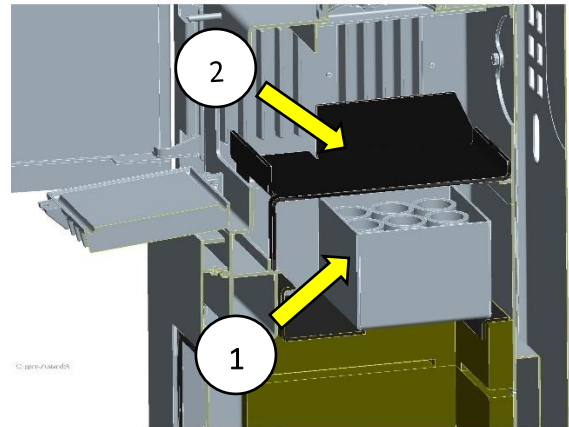

Fig. 13 : position technique de filtre HiClean® wodtke (HCF02)
1. Insérer les deux boîtes avec les inserts en céramique de la HCF02 (Fig. 13 Pos.1). La position des deux boîtes est définie. Un tenon du positionnement se fixe sur la face inférieure de chacune des deux boîtes.
2. Remettre en place les deux déflecteurs supérieurs (Pos. 2 in Fig. 13). Fermer le volet d'inspection et le visser fermement.